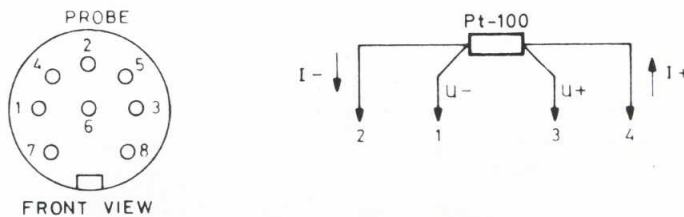

Abb. 15. Messprinzip und Anschlüsse bei $\Omega 4W$ -Messungen.
- Bei der Messart $\Omega 4W$ müssen 0 und GUARD miteinander verbunden werden. Für die Anschlüsse siehe Abb. 15.